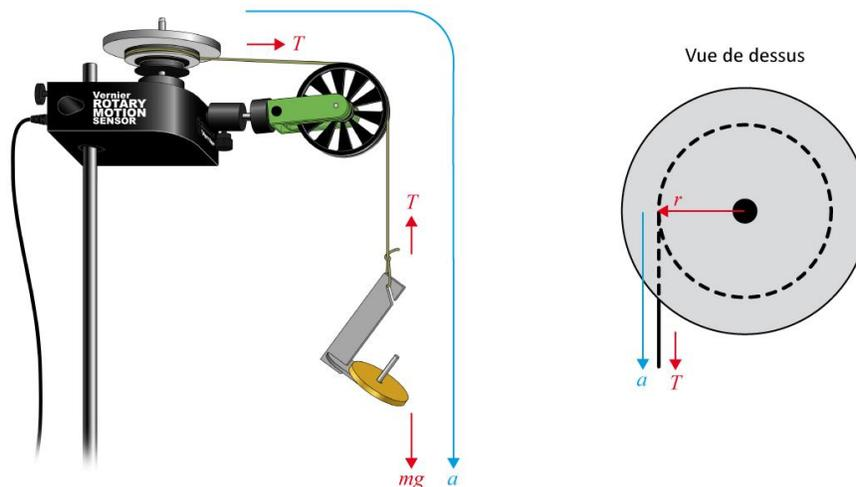

Figure 1 – Diagramme de la force et du moment de force permettant de déterminer le moment d'inertie
L'appareil que vous utiliserez durant cette expérience, un capteur de mouvement de rotation, peut mesurer la position angulaire d'une plateforme en fonction du temps, θ vs. t . Cette information peut être utilisée afin de calculer la vitesse angulaire $\omega = d\theta/dt$ ainsi que l'accélération angulaire $\alpha = d\omega/dt$. Le moment de force appliqué au système est causé par une masse suspendue par un fil qui lui est enroulé autour de la base de la plateforme tel qu'illustré à la Figure 1. Dans ce cas particulier, le moment de force est $\tau = rT$, où r est le rayon de la poulie autour de laquelle le fil est enroulé et T est la tension dans le fil. La tension est associée à la masse suspendue $mg - T = ma$, où a est l'accélération de la masse suspendue. En solutionnant pour T , nous trouvons que
- Étape 2.* Attachez un fil sur le bord de la plus grande poulie du capteur de mouvement et attachez l’autre extrémité au crochet pour suspendre les masses tel qu’illustré à la Figure 1. Assurez-vous de suspendre le fil autour de la poulie verte et que le crochet peut être suspendu sans toucher le sol. Ajustez la poulie verte de façon à ce que le fil entre les deux poulies soit à l’horizontal.